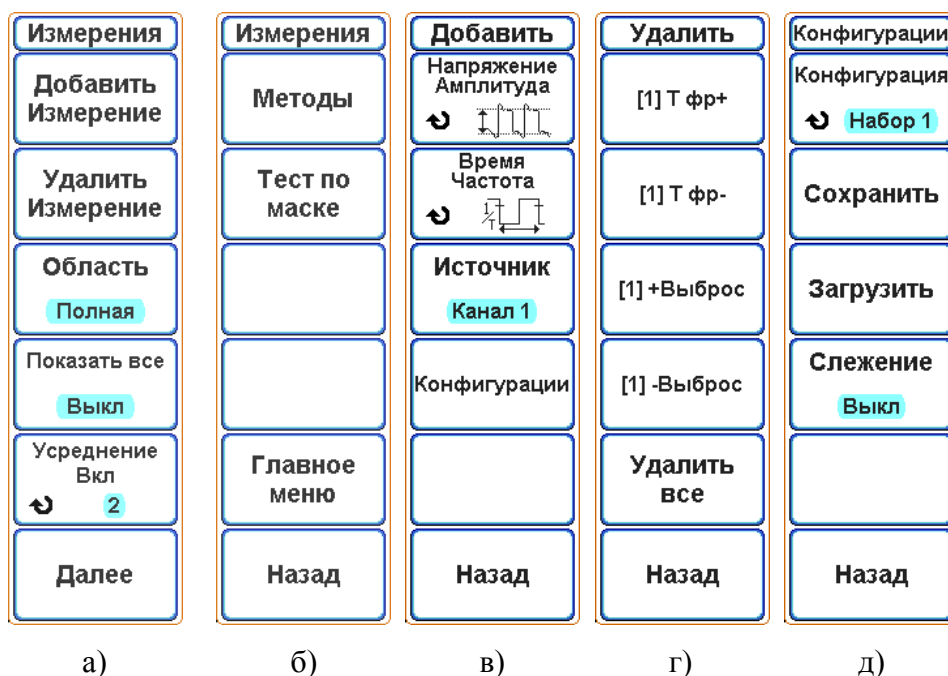

Рисунок 6.25 – Экранное меню а) «Измерения» (основное); б) «Измерения» (дополнительное); в) «Добавить», г) «Удалить» д) Конфигурации
- Перейти в главное меню, нажав кнопку «МЕНЮ» в блоке «УСТАНОВКА» (рисунок 6.1, поз. 3) и нажать экранную кнопку «Измерения», чтобы вызвать меню «Измерения» (рисунок 6.25, а);
В основном меню «Измерения» (рисунок 6.25, а) с помощью экранной кнопки «Область» можно задать ограничение на область автоматических измерений:
- нажать экранную кнопку «Далее», чтобы перейти к дополнительному меню «Измерения» (рисунок 6.25, б);
- последовательно нажать экранные кнопки «Добавить измерение» и «Конфигурации», чтобы перейти к подменю «Конфигурации» (рисунок 6.25, д);